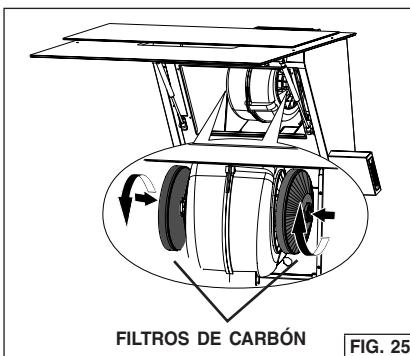

FIG. 25
2. Instale (2) filtros de carbón al soplador, como se muestra. Fig. 25.